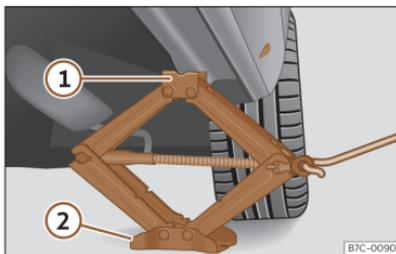

Fig. 228 Larguero: colocación del gato del vehículo.
- Gire la manivela del gato, situado bajo el punto de apoyo del larguero, para elevarlo hasta que la pestaña ① >>> fig. 228 quede situada bajo el alojamiento previsto.
- Alinee el gato de modo que la pestaña ① “agarre” en el alojamiento previsto del larguero y la placa base móvil ② quede apoyada en el suelo. La placa base ② debe caer en la vertical respecto al punto de apoyo ①.